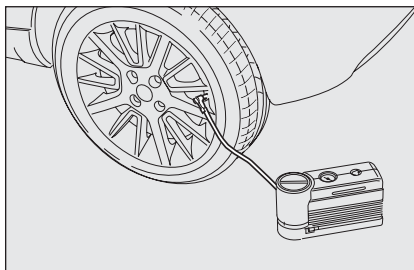
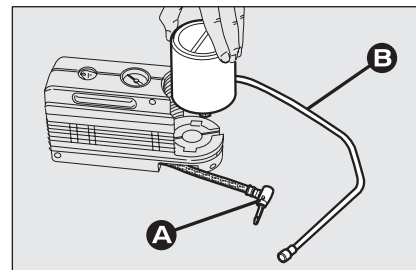

fig. 13
fig. 14
Le compresseur peut être utilisé aussi pour le seul rétablissement de la pression. Déconnecter la greffe **A-fig. 14** et le relier directement à la valve du pneu **fig. 13**; de cette façon la bombe ne sera pas reliée au compresseur et n'injectera pas de liquide pour sceller.
- déconnecter la greffe **A-fig. 14**;